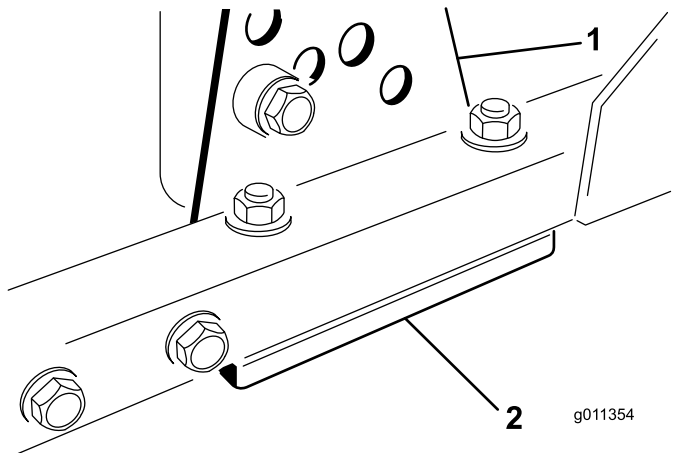

图75
1. 从刀盘架上拆除剪草高度支架前、左或右 (图75)。
2. 在刀盘架与剪草高度支架之间增、减 1.5mm 薄垫片和/或 0.7mm 薄垫片以达到所需的高度设置图75。